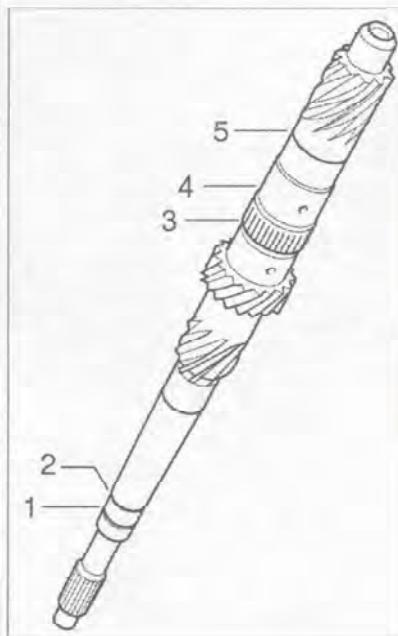

Рис. 7.85. Установка стопорных колец на вал.
11. Стопорные кольца (1 и 2) — для шарикоподшипника входного/первичного вала (рис. 7.85).